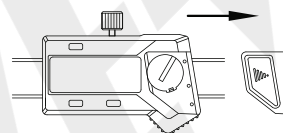

Abb.1
---Entfernen Sie die Batterieabdeckung (Abb.1)